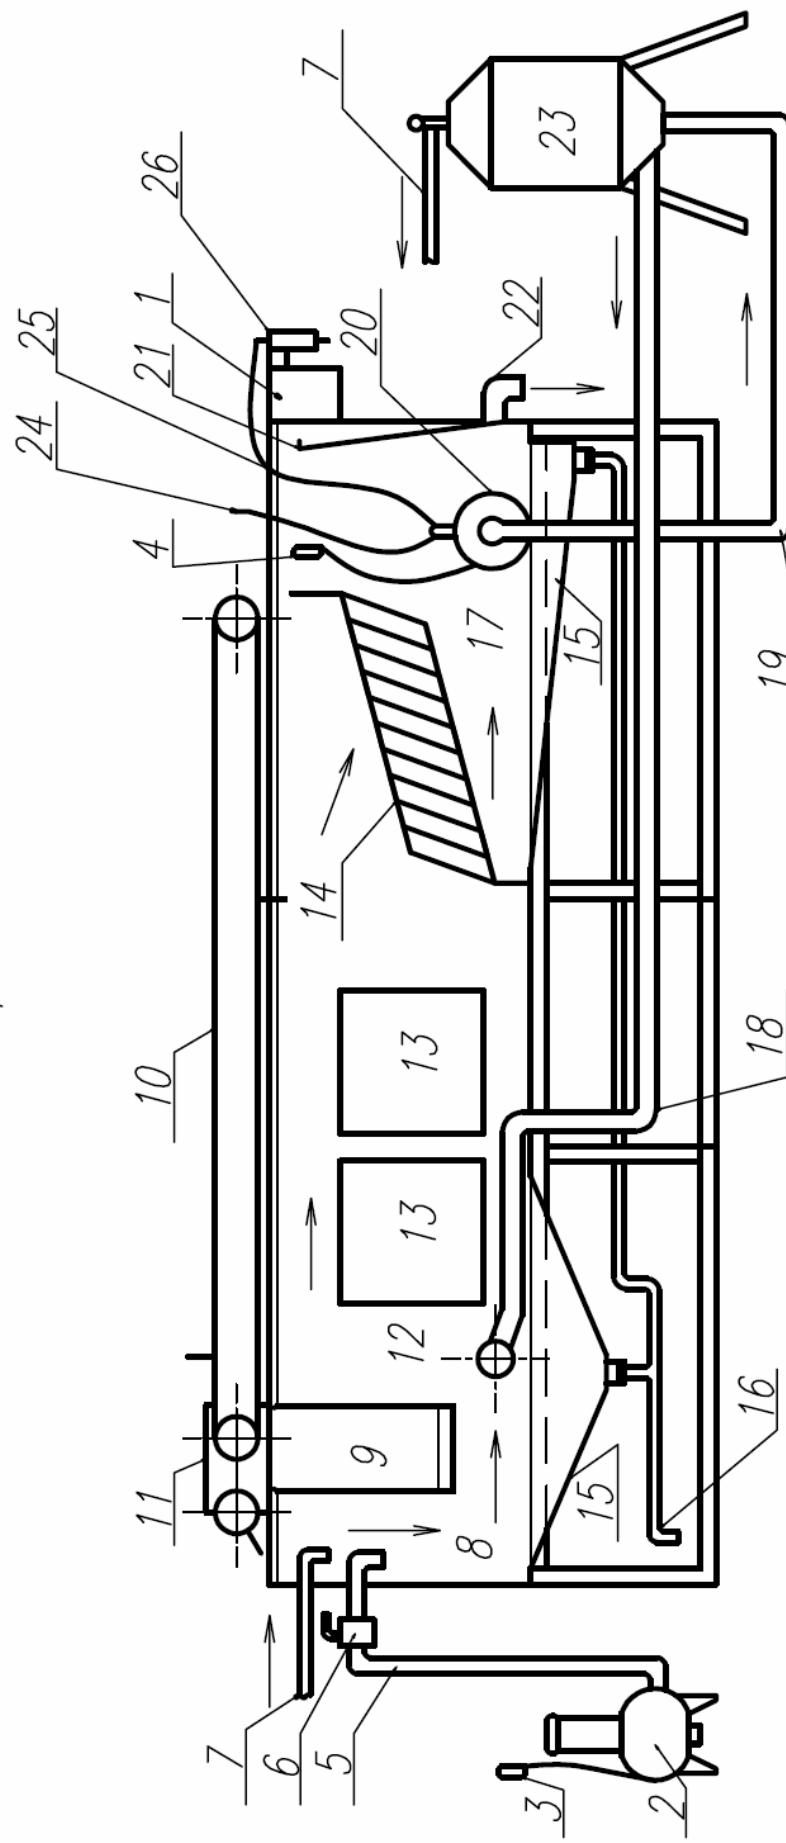

Рисунок 1
4. Устройство и принцип работы флотатора (см. Рисунок 1).
- 5.5. Подключение насосного агрегата через пульт управления (1) к сети ~380В должно осуществляться согласно требованиям технической эксплуатации электроустановок потребителем.
6. Подготовка к работе и порядок работы (см. Рисунок 1).